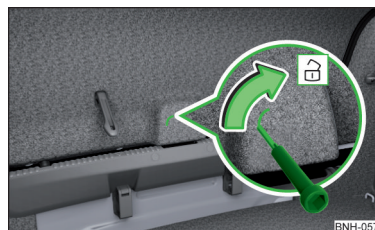

Abb. 253
- › In die Aussparung in der Klappenverkleidung » **Abb. 253** einen Schraubendreher oder ein ähnliches Werkzeug bis zum Anschlag einführen.